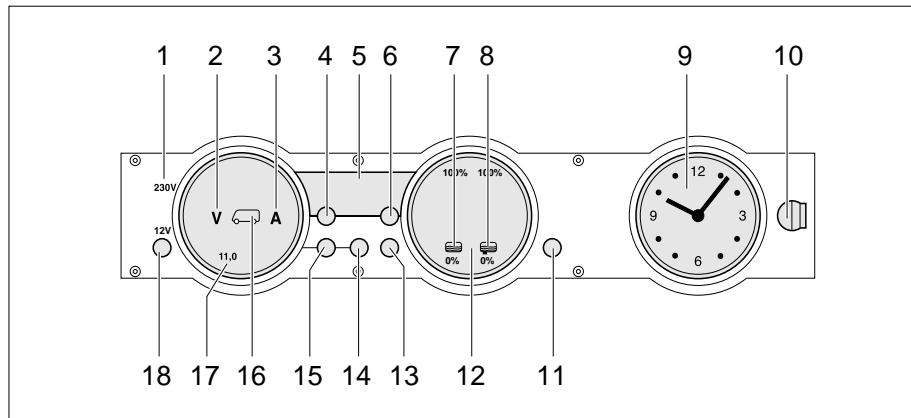

Bild 113 Panel MP 20-T
Die 230-V-Kontroll-Leuchte (Bild 113,1) leuchtet, wenn am Eingang des Elektroblocks Netzspannung vorhanden ist.
Der 12-V-Hauptschalter (Bild 113,18) schaltet das Panel und die 12-V-Versorgung des Wohnraums ein und aus.
- Taste "12V" (Bild 113,18) kurz drücken. Die 12-V-Versorgung des Wohnraums ist eingeschaltet. Die Kontroll-Anzeige "12 V" leuchtet.
- ▷ Wenn nach dem Einschalten die LED "11,0" der Voltanzeige sowie das Symbol Volt "V" (Bild 113,2) im Anzeigeelement Batterien (Bild 113,17) blinken, dann ist die Spannung der Wohnraumbatterie zu gering. Batterie laden.
- ▷ Wenn nach dem Einschalten die Kontroll-Anzeige "12 V", das Symbol Wohnraumbatterie (Bild 113,16) und das Symbol Volt "V" (Bild 113,2) dreimal blinken, dann ist die Batterietrennung aktiviert. Batterietrennung deaktivieren.
- Taste "12V" (Bild 113,18) kurz drücken. Die 12-V-Versorgung des Wohnraums ist ausgeschaltet. Die Kontroll-Anzeige "12 V" erlischt.
- Taste Wohnraumbatterie (Bild 113,14) drücken und ca. 10 Sekunden lang gedrückt halten. Die Symbole Volt "V" (Bild 113,2) und Ampere "A" (Bild 113,3) blinken dreimal. Die Wohnraumbatterie ist vom 12-V-Bordnetz getrennt.
- Taste "12 V" (Bild 113,18) drücken und ca. 5 Sekunden lang gedrückt halten. Das Symbol Volt "V" (Bild 113,2) blinkt dreimal. Die Wohnraumbatterie ist mit dem 12-V-Bordnetz verbunden. Die Kontroll-Anzeige leuchtet nach ca. 2 Sekunden.
- Taste Wohnraumbatterie "" (Bild 113,14) drücken. Das Symbol Volt "V" (Bild 113,2) leuchtet. Das Symbol Ampere "A" leuchtet je nach Ladung oder Entladung weiß bzw. rot. Die Batteriespannung und der Strom der Wohnraumbatterie werden über die LEDs im Anzeigeeinstrument angezeigt.
- Taste Starterbatterie "" (Bild 113,15) drücken. Das Symbol Volt "V" (Bild 113,2) leuchtet. Die Batteriespannung der Starterbatterie wird über die LEDs im Anzeigeeinstrument angezeigt.
- Taste Tanks "☰☷" (Bild 113,13) drücken. Die Symbole Wassertank "☰☷" (Bild 113,7) und Abwassertank "☷☰" (Bild 113,8) leuchten. Die Füllstände des Wassertanks (linke Skala) und des Abwassertanks (rechte Skala) werden über die LEDs im Anzeigeelement angezeigt.
Das Symbol Volt "V" (Bild 113,2) und die LED "11,0" blinken, sobald die Spannung der Batterie 11 V (Messung bei laufendem Betrieb) unterschreitet und damit Tiefentladung droht.
Das Symbol Wassertank "☰☷" (Bild 113,7) oder das Symbol Abwassertank "☷☰" (Bild 113,8) blinkt, wenn der Wassertank leer oder der Abwassertank voll ist.